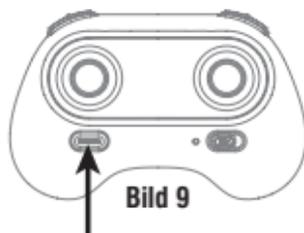

Bild 9
2. Methode 2 (Per Knopfdruck starten): Nach erfolgreicher Anbindung, oder die Motoren aktiviert sind, drücken Sie den Start/Lande/Notlandeknopf (Bild 9) und die Drohne startet automatisch. Diese fliegt auf ca. 1.2 Meter hoch
2. Methode 2 (Per Knopfdruck landen): Beim Fliegen drücken Sie kurz den Start/Lande/Notlandeknopf (Bild 9) und die Drohne landet automatisch.